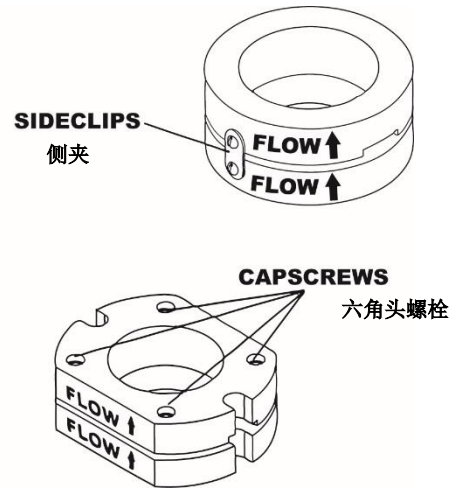

图 3 - 插入型夹持器(上面的)和预扭矩型夹持器
- 检查爆破片夹持器的座位区域。查看是否有划痕、缺口、腐蚀或是介质所留下的残留物(见图 3)。